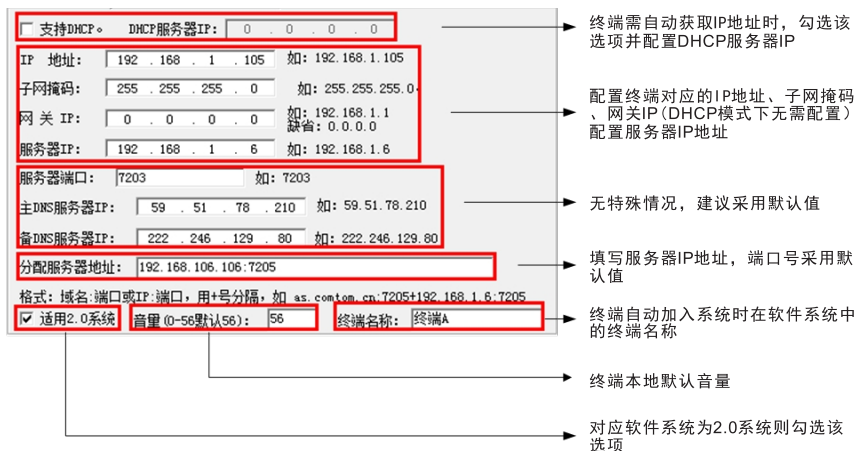

图3.7配置选项说明
- 6) 在配置栏输入需要配置的地址，点击“写入”，完成配置（如图3.7所示）。
- 4) 在配置栏(如图3.7所示)输入需要配置的地址, 点击“写入”, 此时完成配置。